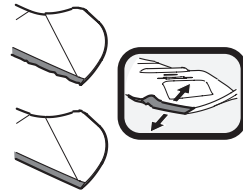

Fig. 55
1. Para afilar las cuchillas de corte de forma adecuada, extraiga cantidades iguales de metal de ambos extremos de las cuchillas a lo largo de los bordes cortantes, de forma paralela al borde de caída, a un ángulo de 25° a 30°. Afíle siempre cada borde de las cuchillas de corte de forma pareja para mantener un centrado adecuado entre las mismas (Fig. 55).